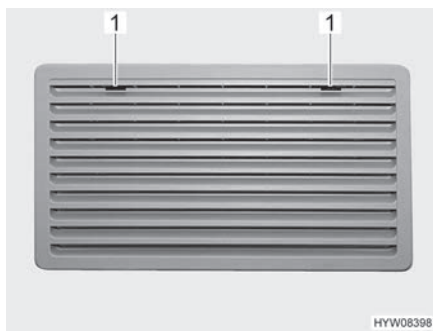
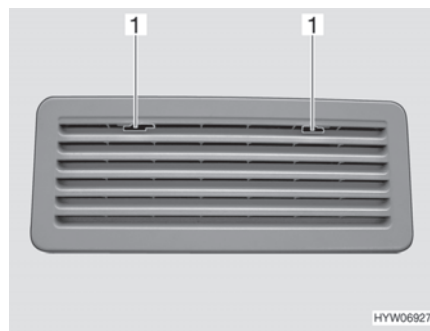

Fig. 134 Griglia di aerazione del frigorifero (Thetford grande)
Fig. 135 Griglia di aerazione del frigorifero (Thetford piccolo)
- Spingere verso il centro l'arresto (Fig. 134,1 o Fig. 135,1).